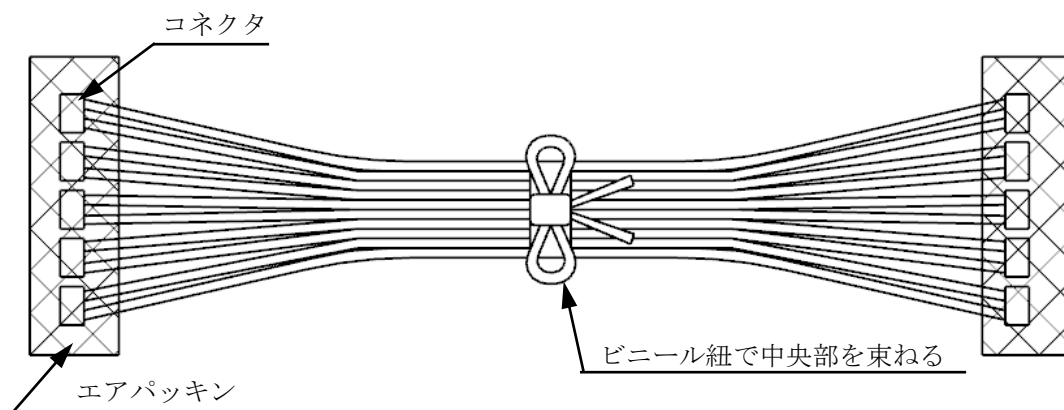

図 8-1 ハーネス加工品一束の状態図
- ※ 束ねる際に、常時無理な力が電線に加わらない様に、輪ゴムのような締め付けの強いものは使用せず、ビニール紐で中央部(一箇所)を束ねて下さい。また、各束のコネクタにエアパッキンを巻き、衝撃や荷重からコネクタを保護する処置をお願い致します。(図8-1)複数のハーネスを束にした際、コネクタ同士が接触し、ロック部に負荷が加わる場合があります。その場合、ロックが常に下がった状態になることで、ロック部変形等による性能不良の原因となります。